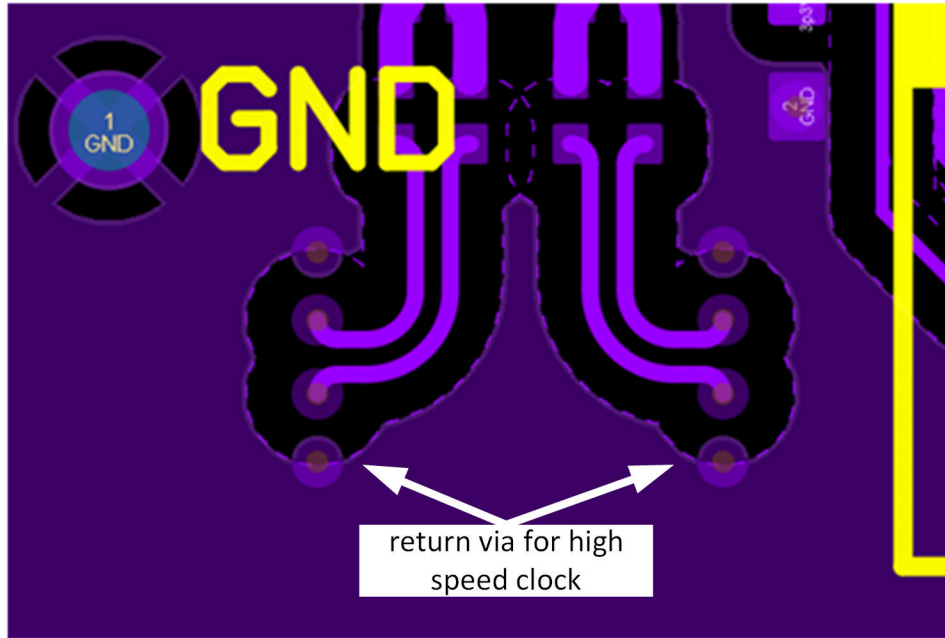

图 9-12. 高速时钟的回路过孔
- 当高速信号必须使用过孔转换到另一层时, 应尽可能远地穿过电路板 (最好是从上到下), 以更大限度地减少过孔顶部或底部的过孔残桩。如果层选择不灵活, 请使用背钻或埋入式盲孔来消除残桩。在各层之间转换时, 务必使两个接地过孔 ( “回路过孔” ) 靠近关键的高速信号布线过孔放置, 就近形成接地回路。详情请参考图 9-12。